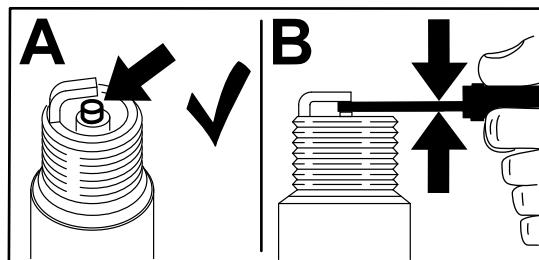

Figura 64
4. Localice y retire la(s) bujía(s), como se muestra en la Figura 64.